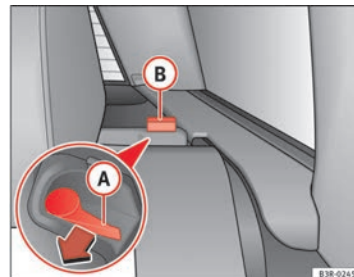

Fig. 127 Palanca de desbloqueo del respaldo
- Oprima la palanca de desbloqueo (A) ⇒ fig. 127 en la dirección de la flecha.